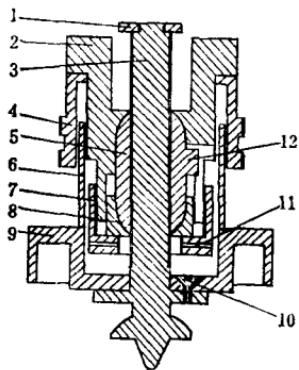

图 1-4 安平螺旋剖视图
3. 将三个安平螺旋（图1-2C之21）逆时针方向旋到极限位置，用特制槽缝扳手旋去其三个套管的压环（图1-4之4），就可将安平螺旋和弹性压板（图1-2C之18）取下。图1-4所示为安平螺旋的剖视图。
4. 旋去安平螺旋上的倒牙防脱螺母（图1-4之1），将安平螺旋螺杆（图1-4之3）连同手轮（图1-4之9）—
并取下。随即取下套管压环（图1-4之4）。此时从手轮中间的防灰罩（图1-4之6）内，可以见到三个手轮固连螺丝（图1-4之10），将它旋去后就能将螺杆和手轮分开。
5. 旋去安平螺旋的松紧压环（图1-4之7），可以见到内面一个松紧垫圈（图1-4之8），取出这个垫圈即可将安平螺旋的螺母（图1-4之5）取出。此项螺母是胶木压制的，在使用过程中很容易损坏。